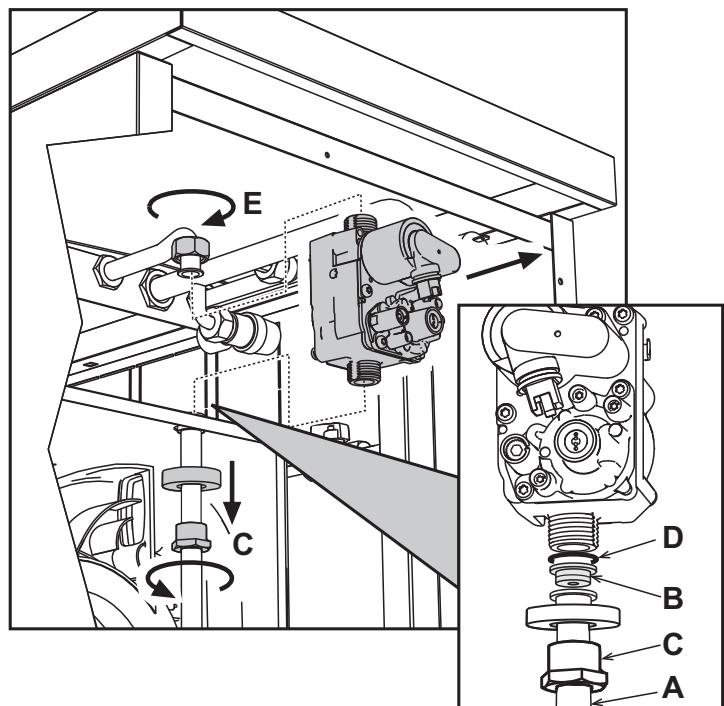

рис. 23
4. Раскрутить колесико С и Е и снять газовый клапан (см. рис. 23).
5. Заменить форсунку В, вставленную в газовую трубу, на форсунку, входящую в комплект для переоборудования на другой вид газа, вставив прокладку D (см.рис. 23).